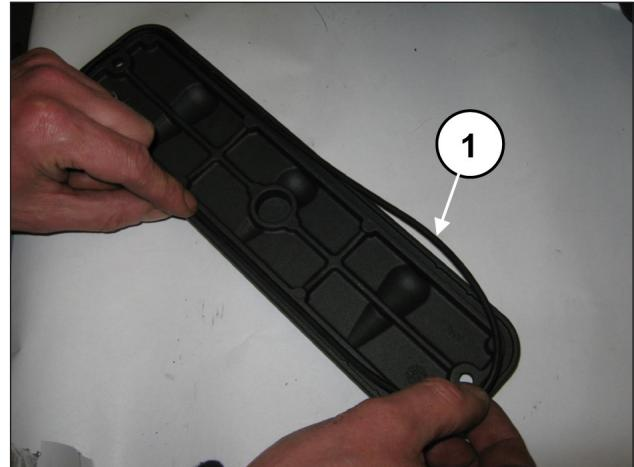
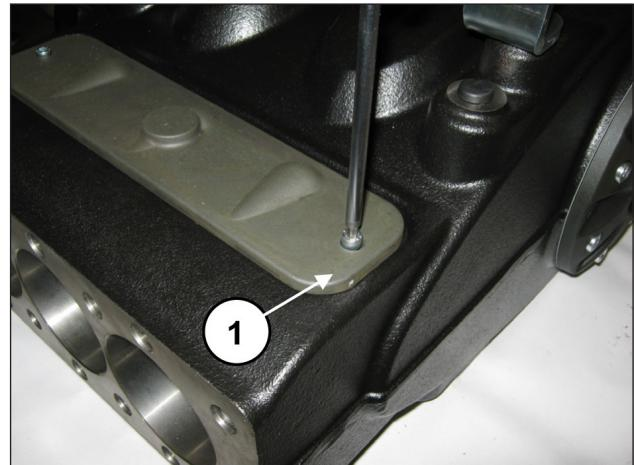

Abb. 93
Abb. 94
Montieren Sie die Inspektionsdeckel mit dem O-Ring (Pos. ①, Abb. 93) und ziehen Sie die Deckel anhand von 2 Schrauben M6x14 (Pos. ①, Abb. 94) und 2 Schrauben M6x40 fest. Eichen Sie die Schrauben mit einem Drehmomentschlüssel, wie in Kapitel 3 EICHWERTE FÜR DEN SCHRAUBENANZUG gezeigt.